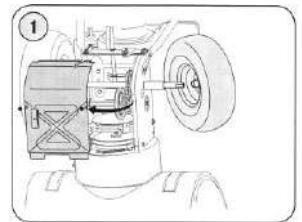

Figure 24
- b. Retirez la roue droite en retirant la vis et la rondelle-cloche qui la fixent à l'essieu. Voir la figure 24.